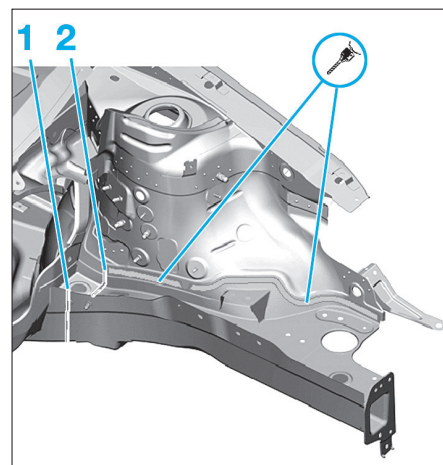
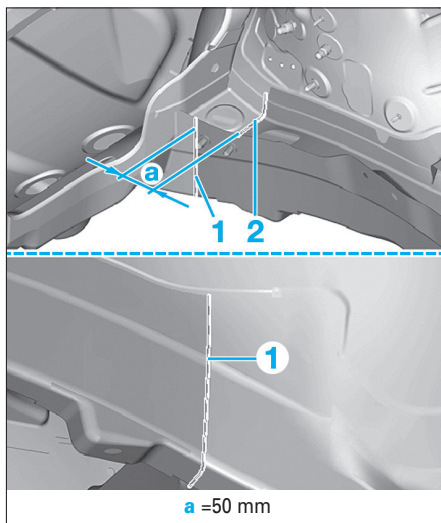

FIG. 18
FIG. 19
- Dépointer et couper le longeron (Fig.18) et (Fig.19).